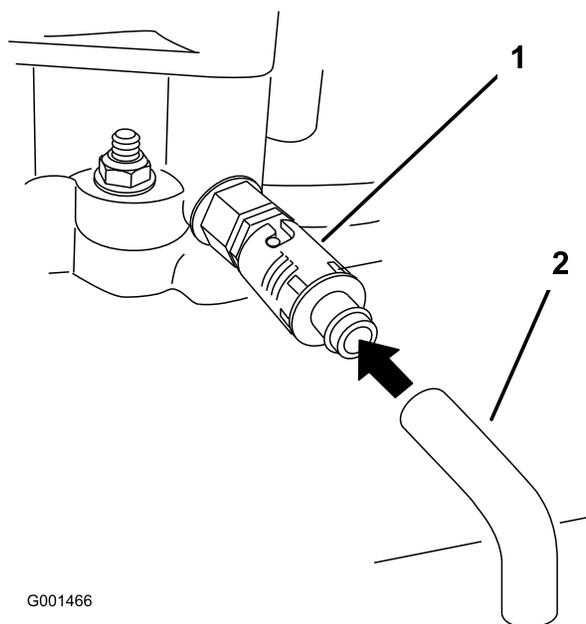

Figure 34
6. Placez un bac sous le flexible de vidange. Tournez le robinet de vidange d'huile pour permettre à l'huile de s'écouler (Figure 34).
8. Enlevez le flexible de vidange (Figure 34).